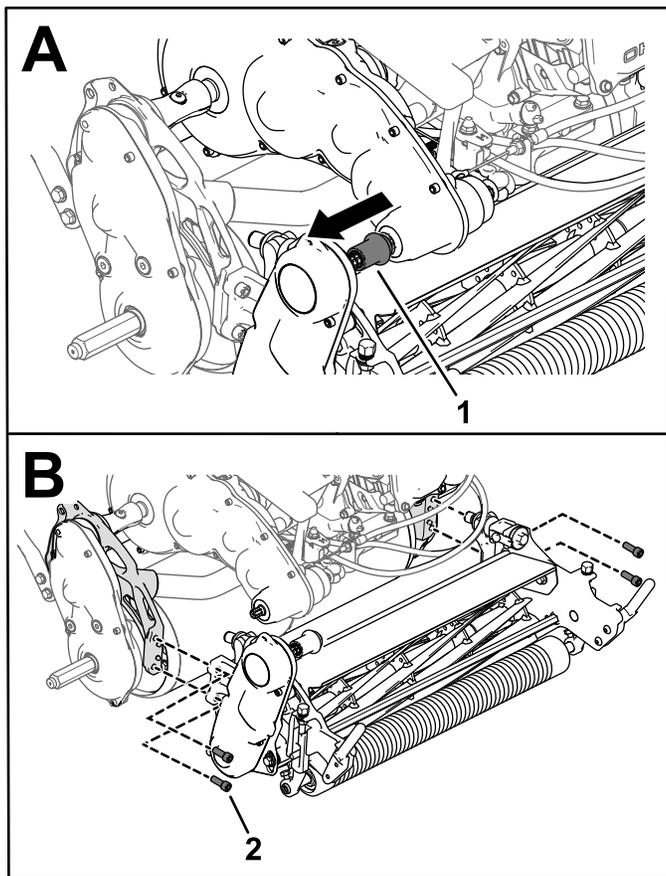

Figure 50
3. Retirez le coupleur d'entraînement de l'unité de coupe de l'arbre de transmission (Figure 50).
4. Déposez les vis à tête creuse qui fixent l'unité de coupe au cadre (Figure 50).